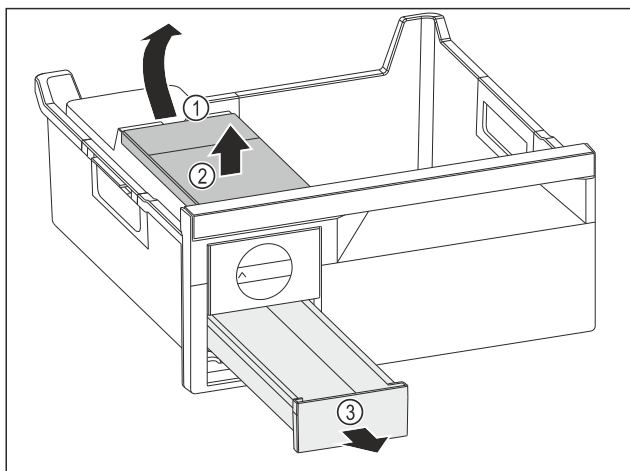

Fig. 129
- ▶ Udtagning af vandtank: Løft vandtanken i udsparingen Fig. 129 (2).
- ▶ Tag vandtanken Fig. 129 (2) op og ud.
- ▶ Tag isterningseskuffen Fig. 129 (3) frem og ud.